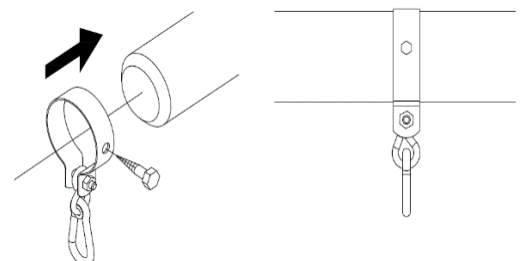

figura 3
19. Instalación correcta de la abrazadera del columpio en una viga de madera del columpio (figura 3). El tornillo para madera 8x40 Zn necesario para la fijación adicional del producto no se incluye con la abrazadera.